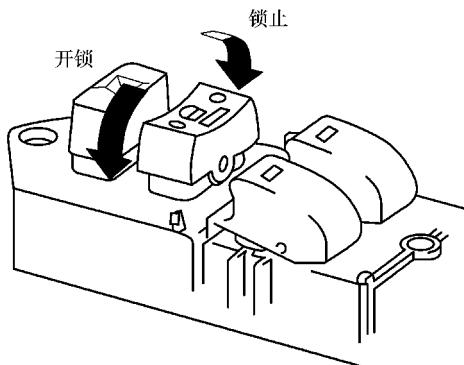

图 10-6 门锁锁止开关
- (1) 检查遥控器 检查遥控器电池容量以及遥控器的运行情况是否正常等。
- (2) 检查门锁锁止开关 如图 10-6 所示, 使用万用表测量门锁锁止开关锁止、开锁的电阻, 应符合表 10-6 所示, 否则说明门锁控制开关故障。